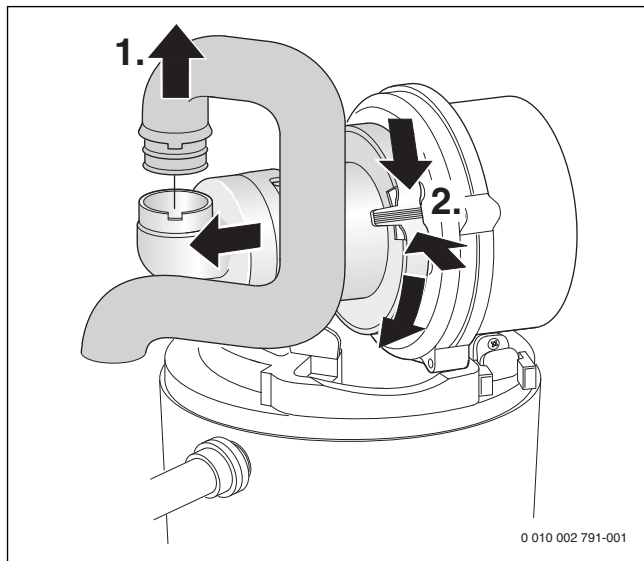

Fig. 47 Demontarea țevii de gaz și a sistemului de amestecare
- ▶ Demontarea dispozitivului de amestecare (→ Fig. 47).